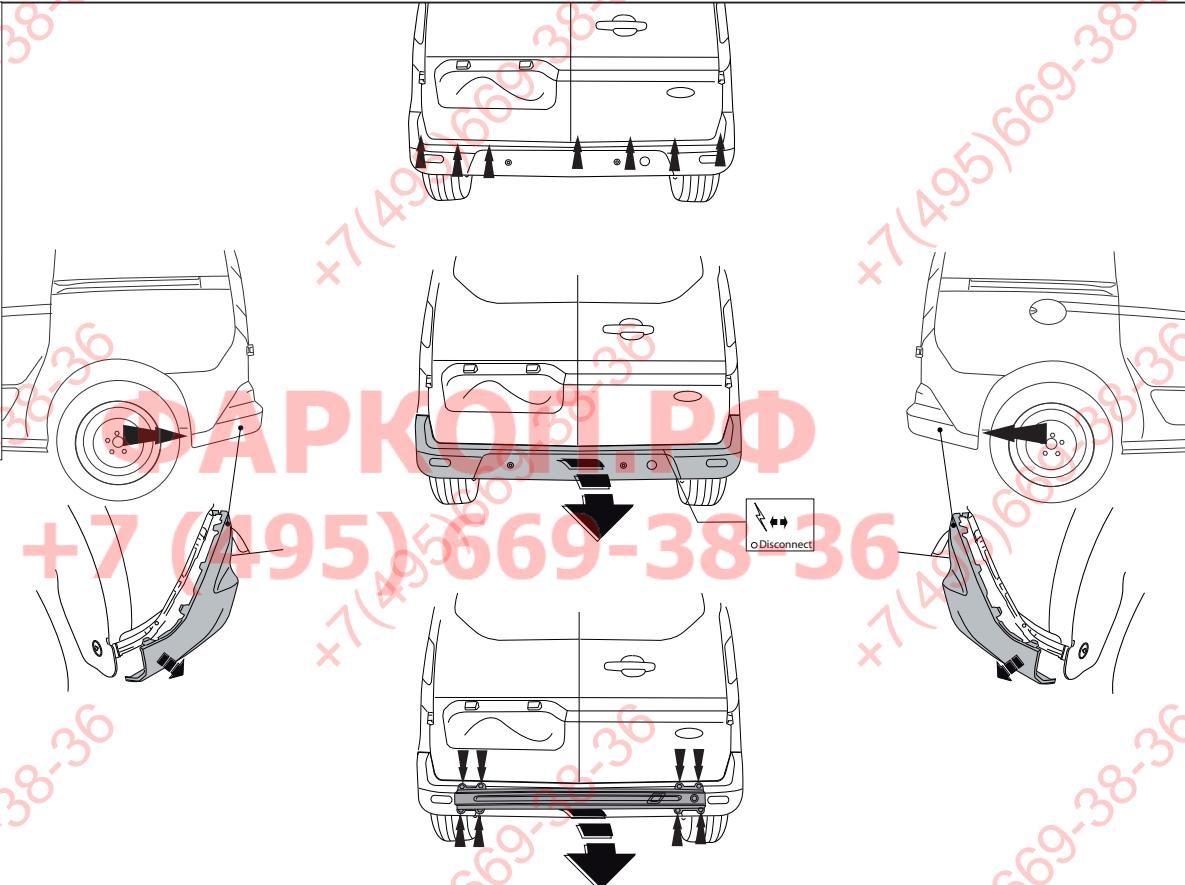

Fig.1
1. Снять бампер вместе со стальным буферным бруском автомобиля буферный брус больше не понадобится. См. рисунок 1.